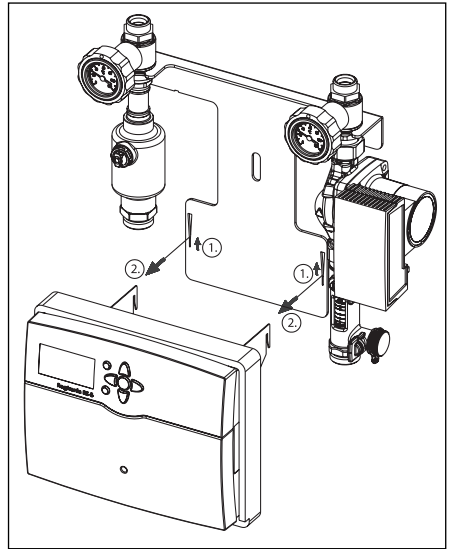

Abb. 16 Demontage Regler
- Den Regler, wie in Abbildung 16, von der Solargruppe trennen